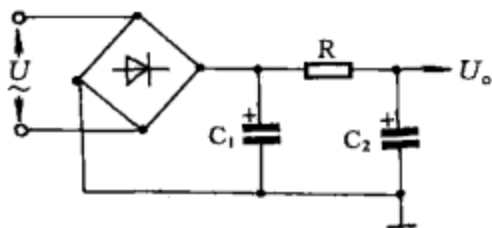

图 1-15
(2) RC 滤波网络是一种特殊的分压器。图 1-15 所示整流滤波电路中， R 与 C_2 可理解为分压器，输出电压 U_o 取自 C_2 上的压降。对于直流， C_2 的容抗无限大；而对于交流， C_2 的容抗远小于 R ，因此 C_2 上直流压降很大而交流压降很小，达到了滤波的目的。